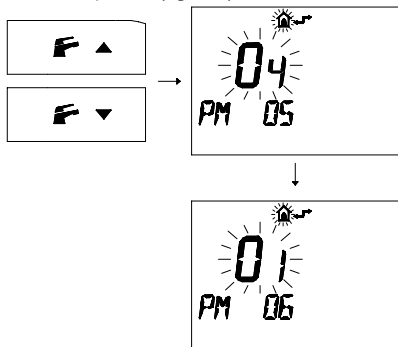

fig. 8.6
- 13 Premere i pulsanti **F** ▲ o **F** ▼ per visualizzare la programmazione **"PM 06"** Tipo di gas secondo passo (fig. 8.6)